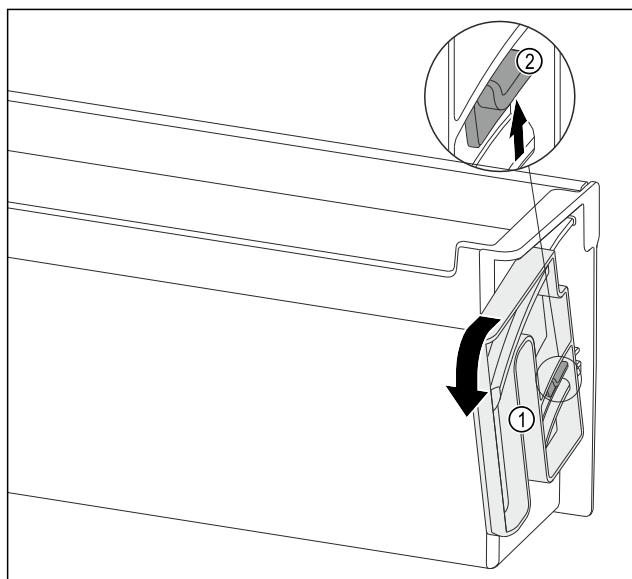

Fig. 116
- Draai-eenheid Fig. 116 (1) in de aangegeven richting tot aan de aanslag draaien.
- Strip Fig. 116 (2) omhoog duwen en draai-eenheid Fig. 116 (1) wegnemen.